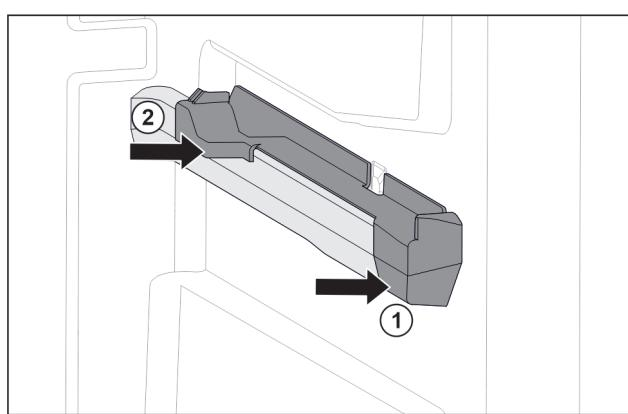

Fig. 126 Aufsteckteil auf der rechten Behälterrippe
- Aufsteckteil vorne an Behälterrippe ansetzen. Fig. 126 (1)
- Aufsteckteil hinten andrücken. Fig. 126 (2)